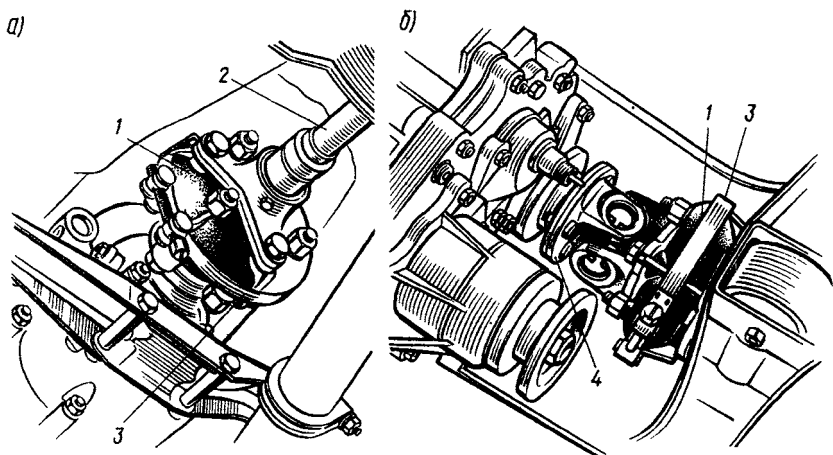
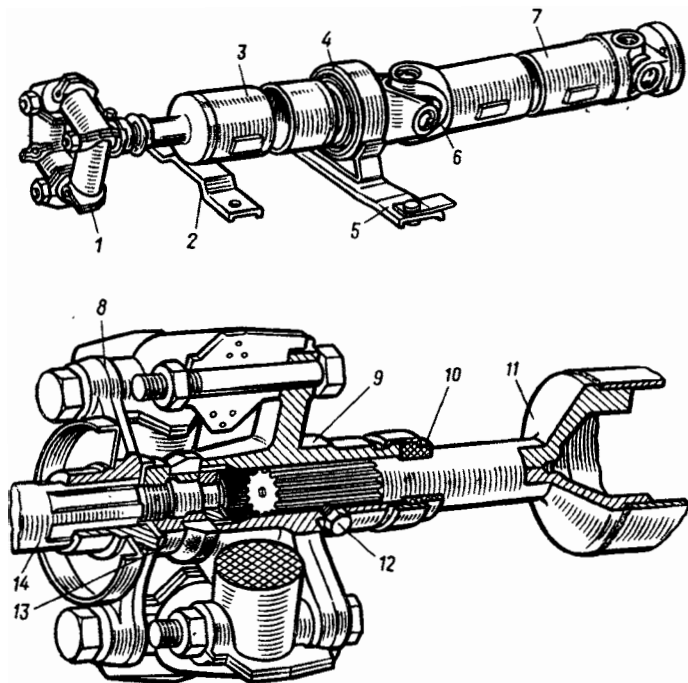

Рис. 10. Снятие карданных валов автомобилей:
Рис. 11. Карданная передача автомобилей ВАЗ-2101 — ВАЗ-2107:
При снятии карданных валов автомобиля ВАЗ-2121 сначала отвертывают болты крепления фланцев и снимают передний и задний карданные валы. Затем устанавливают специальный хомут 3 (рис. 10, б) на эластичную муфту 1 промежуточного карданного вала 4, затягивают хомут и снимают промежуточный вал.
Для снятия карданных валов автомобилей ВАЗ других моделей отсоединяют кронштейн безопасности 2 (рис. 11), надевают хомут 3 (см. рис. 10, а) на эластичную муфту 1 переднего карданного вала 2 и затягивают хомут, что облегчит снятие и установку эластичной муфты. Затем отвертывают гайки и болты крепления фланцев 8 и 9 (см. рис. 11) вторичного вала 14 и переднего карданного вала 3 к эластичной муфте 1 и гайки крепления поперечины 5 промежуточной опоры 4 к кузову.
9 (см. рис. 11) эластичной муфты 1 и наконечника 11 переднего карданного вала 3. Зазор не должен быть более 0,3 мм. При необходимости заменить изношенные детали шлицевого соединения валов карданной передачи.
4. Ослабление обоймы манжеты шлицевого соединения карданных валов. Поджать манжету 10 (см. рис. 11) и обжать ее обойму, при утечке смазочного материала заменить поврежденную манжету новой.
Утечка смазочного материала. 1. Ослабление обоймы манжеты шлицевого соединения наконечника переднего карданного вала и фланца эластичной муфты. Поджать манжету 10 (см. рис. 11) и обжать ее обойму, при утечке смазочного материала заменить вышедшую из строя манжету новой.